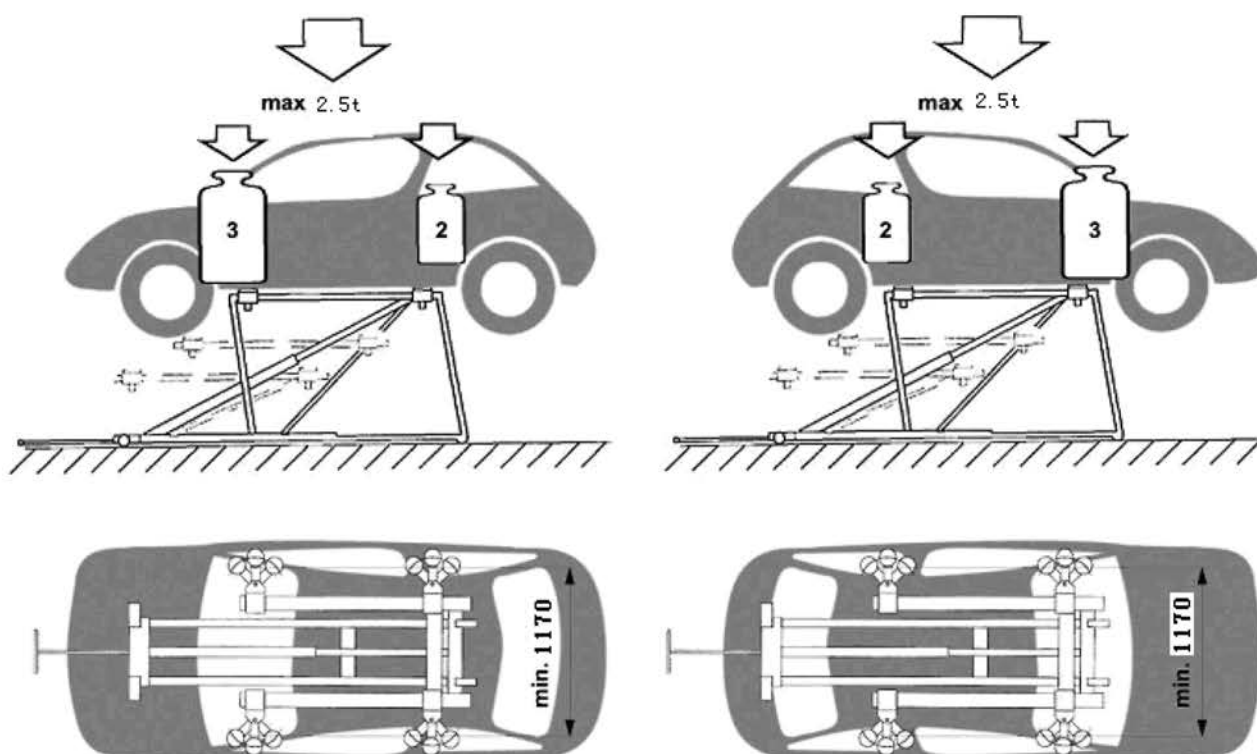

fig.3
- verdeling belasting 2:3 of 3:2 (omkeerbaar) (fig.3)